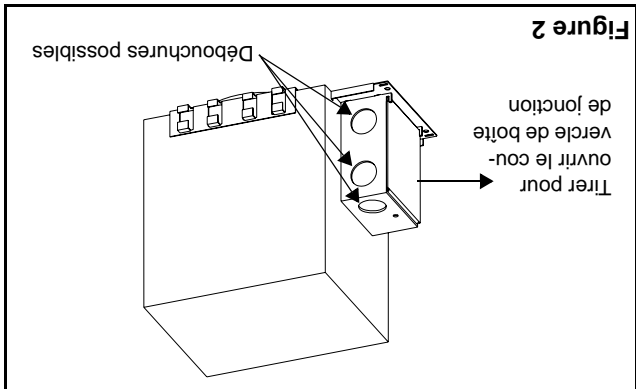

Figure 2
3. Retirer le couvercle de boîte de jonction. Enlever les débouchures appropriées dans le boîtier pour passer les fils d'alimentation CA (voir fig. 2). Suivre l'instruction de montage appropriée: nouvelle construction (panneau de gypse) ou plafond suspendu. Continuer les instructions à l'étape 4.